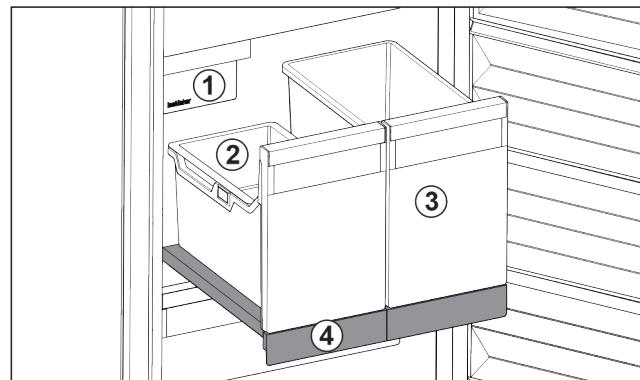

Fig. 83 Витяжна панель IceTower
- (1) IceMaker
- (2) Підвісний лоток для кубиків льоду
- (3) Резервуар наприклад для піци, алкогольних напоїв
- (4) Витяжна панель
На витяжній панелі є два високих резервуари(IceTower). В резервуарі Fig. 83 (2) кубики льоду з IceMaker збираються та зберігаються. Резервуар Fig. 83 (3) придатний для зберігання високих харчових продуктів, таких як піца або алкогольні напої.